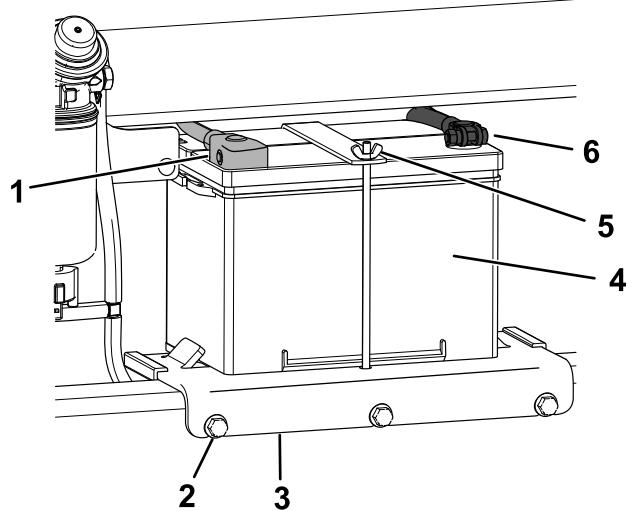

Figura 60
- Desconecte el cable negativo de tierra (negro) del borne de la batería (Figura 60). Guarde las fijaciones.
- Desconecte el cable positivo (rojo) del borne de la batería (Figura 60). Guarde las fijaciones.
- Afloje los 3 pernos que sujetan la bandeja de la batería y retire la bandeja con la batería (Figura 60).
- Coloque la batería en la bandeja de la batería y sujetela con la tuerca de orejeta y la varilla (Figura 60).
- Instale la bandeja de la batería en la máquina y sujetela con los 3 pernos (Figura 60). Apriete los pernos a 41 N·m (30 pies-libra).
- Usando las fijaciones que retiró anteriormente, conecte el cable positivo (rojo) al borne positivo (+) de la batería (Figura 60).
- Usando las fijaciones que retiró anteriormente, conecte el cable negativo (negro) al borne negativo (-) de la batería (Figura 60).